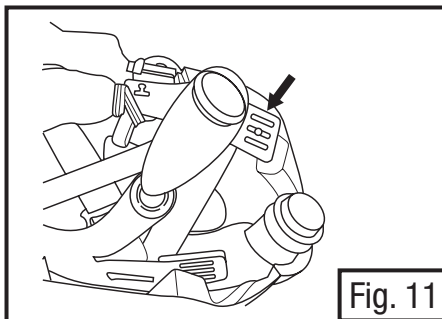

Fig. 11
- Dégager la coiffe de la pièce faciale en délogant la cheville de la fente de réglage de la hauteur au niveau des quatre points de fixation. La Fig. 11 comporte une flèche pointant vers l'une des fentes de réglage. Il y en a deux à l'arrière et deux à l'avant de la pièce faciale.
- Installer la nouvelle coiffe en enclenchant chacune des quatre fentes de réglage de la hauteur sur les quatre chevilles de la calotte de la pièce faciale. **Remarque :** Consulter la section *Mise en place et ajustement* des présentes *directives d'utilisation* pour savoir comment obtenir un ajustement confortable de la coiffe (Fig. 11).